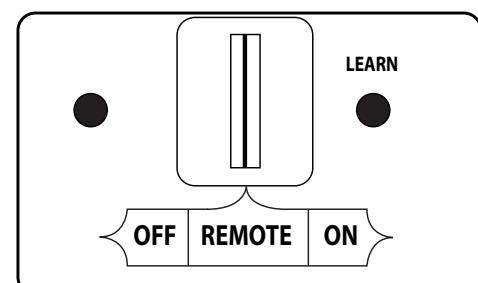

Fig. 26-2 Détail récepteur de télécommande (REMOTE)
1. Assurer la veilleuse est allumée. Ensuite, localisez le commutateur à 3 positions sur le récepteur de la télécommande (voir Fig. 26-2), Et faites glisser le commutateur sur la position REMOTE.